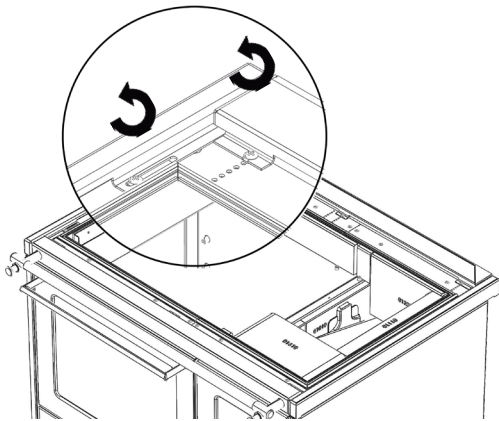

Bild 6
- ⇒ Kochplatte(n) abnehmen und die **Herdrahmen-Befestigungsschrauben (12 Stück)** lockern. (Bild 6)